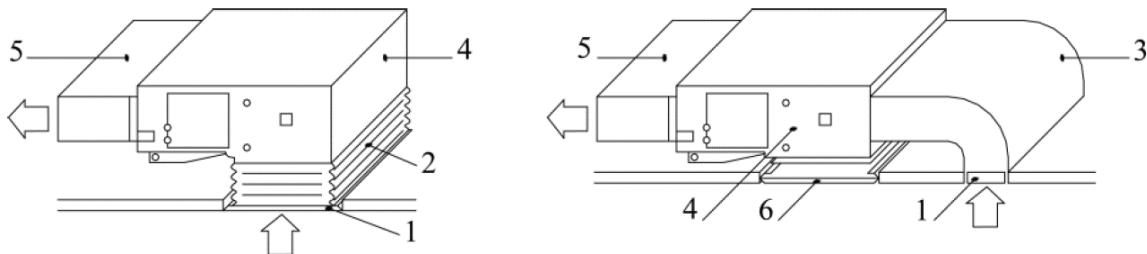

Abb. 12
- Die Installationsart ist mit Rücksicht auf die Bedingungen im Gebäude, die Wartung usw. zu wählen (siehe Abb. 12).